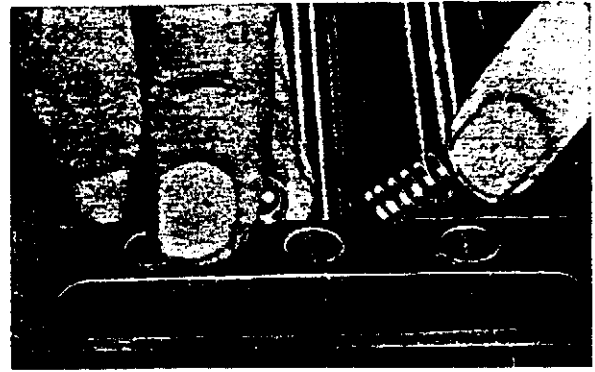

Abb. 39 Einbau von Sperrkugeln und Federn
9. Sperrkugeln und Federn einbauen, siehe Abb. 39., Getriebedeckel aufsetzen. Kontrollieren, ob alle Gänge ein- und ausgeschaltet werden können.